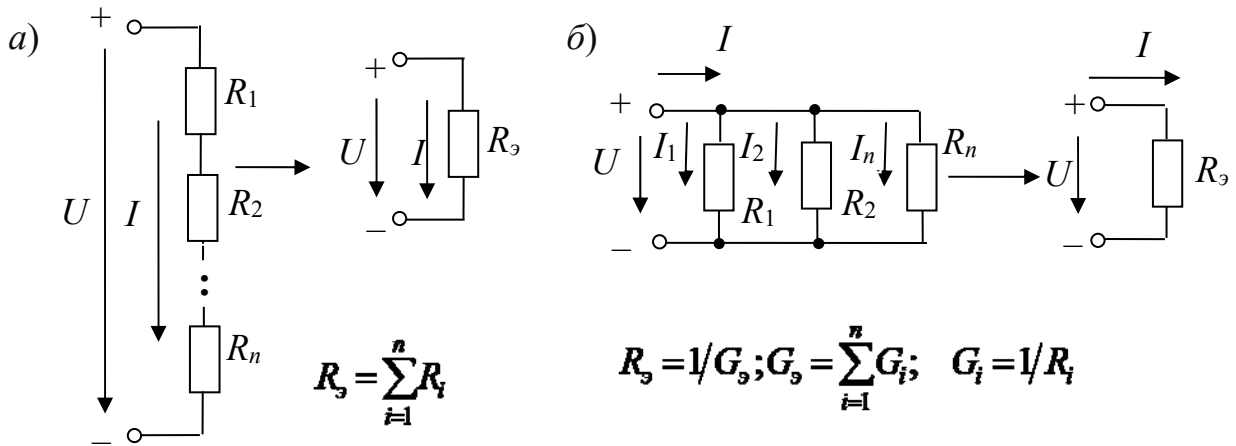

Рисунок 1 – Последовательное (а) и параллельное (б) соединение резисторов
- замена нескольких последовательно или параллельно соединенных резисторов одним (рисунок 1);